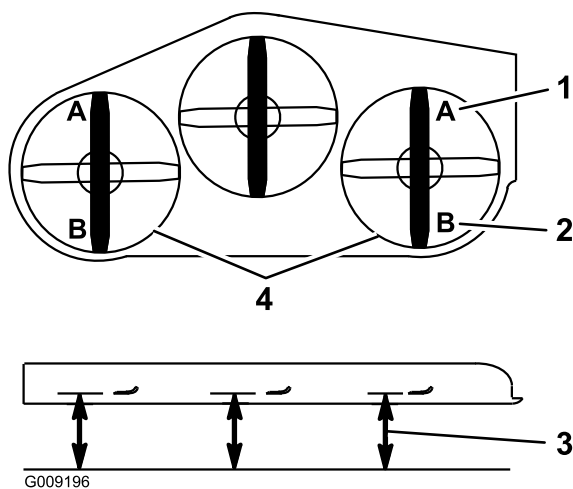

Figure 85
9. De chaque côté du plateau de coupe, mesurez la distance entre la surface plane et la pointe avant de la lame (position A). On doit obtenir un écart de 7,6 cm (Figure 85).
15. De chaque côté du plateau de coupe, mesurez la distance entre la surface plane et la pointe arrière de la lame (position B). On doit obtenir un écart de 8,3 cm (Figure 85).